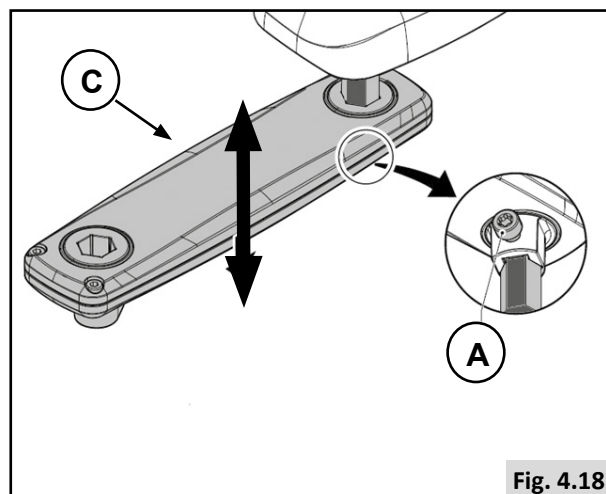

Fig. 4.18
Pré-ajuste da altura do controlador (1), (Fig. 4.18).
1. Desaperte (A).
2. Faça deslizar (C) para a posição pretendida.
3. Aperte (A).